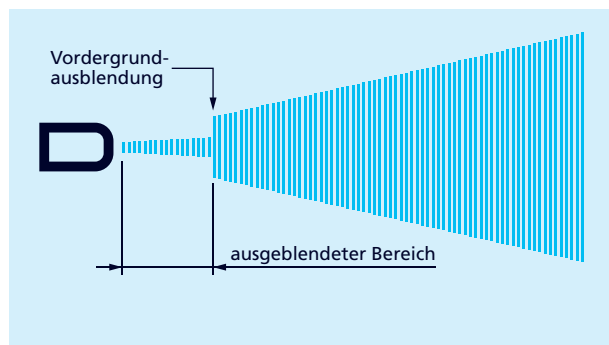

Bild 13: Messkonfiguration – Vordergrundausblendung
– von der Blindzone bis zum eingestellten Wert – das Echo-signal unterdrückt (vgl. Bild 13).